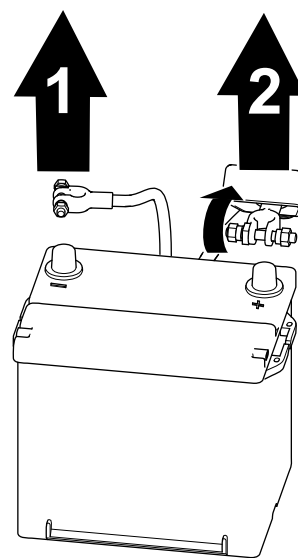

Figura 57
1. Rimuovete il cavo negativo della batteria dal polo della batteria (Figura 57).
2. Sollevate l'isolamento e rimuovete il cavo positivo della batteria dal polo della batteria (Figura 57).